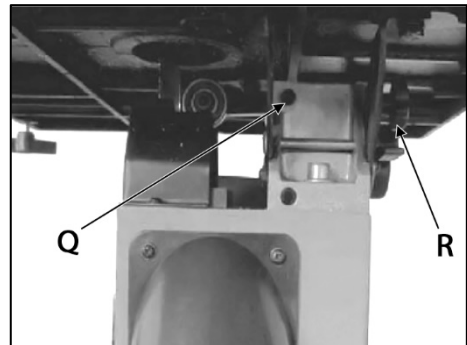

Рисунок 13.
Для настройки нижнего блока направляющих – ослабьте винт (Q) (рис. 13) и поворачивайте рукоятку (R) до необходимого результата.